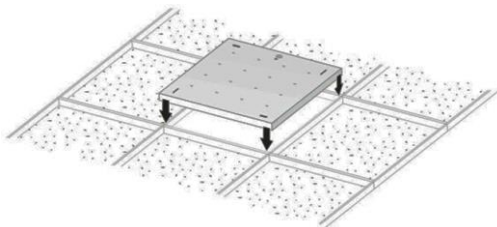

Рисунок 7 — Установка светильника Geniled серии Office Comfort на подвесную конструкцию.
5.3.3. Установите светильник Geniled на монтируемое место (Рисунок 7). Следите за тем, чтобы кабель не оказался зажат между элементами конструкции потолка и светильника. Убедитесь, что светильник надежно закреплен на потолке.